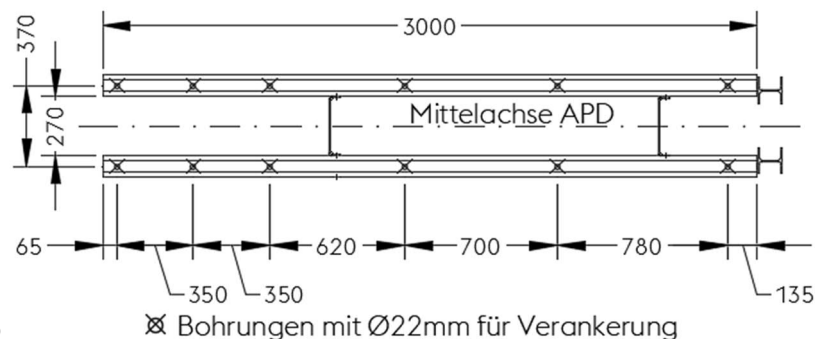

Abbildung 9
*Hinweis: Es hat sich bewährt, zuerst je 2 Verankerungsbohrungen an jeweiligen Enden der Gleitschienen entsprechend Abbildung 9 auszuführen und die Gleitschienen provisorisch mit vier durch die Gleitschienen, nur zur Hälfte in den Untergrund geschraubte, Ankerschrauben TSM A22 zu fixieren.*
Die Positionen der je 6 Bohrungen  $\text{Ø}22$  mm pro Gleitschiene mit einer Bohrtiefe von  $163 \pm 3$  mm sind in Abbildung 9 ersichtlich.
Beide Gleitschienen werden mit je 6 Sechskantschrauben M16x35 FK 4.6 und Scheiben 40x18x4 an den Asphaltankern verschraubt (siehe Abb.9).